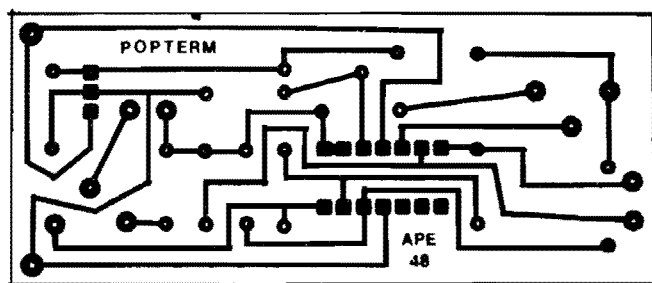

Fig.2
- FIG. 2 - LAY OUT DO CIRCUITO IMPRESSO ESPECÍFICO - O formato longo e estreito da placa foi propositalmente desenvolvido para facilitar o "embutimento" numa caixa também